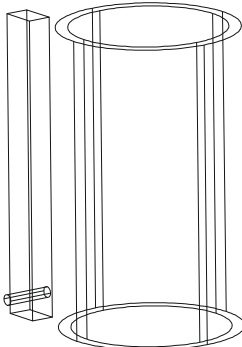

图 9-4-5
STEP 02 把坐标轴绕 X 轴旋转过 90°，用圆柱工具在长方体中绘制圆柱，如图 9-4-5 所示，具体操作如下：